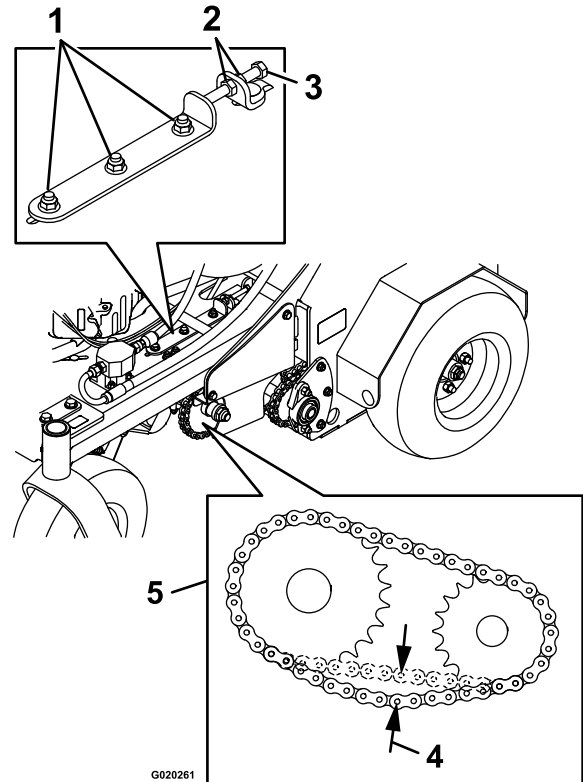

Figure 49
4. De chaque côté de la machine, desserrez les 3 écrous et boulons qui fixent le support de transmission et la plaque de tendeur, ainsi que les 2 écrous qui fixent le boulon de réglage sur la plaque de tendeur, comme montré à la Figure 49.